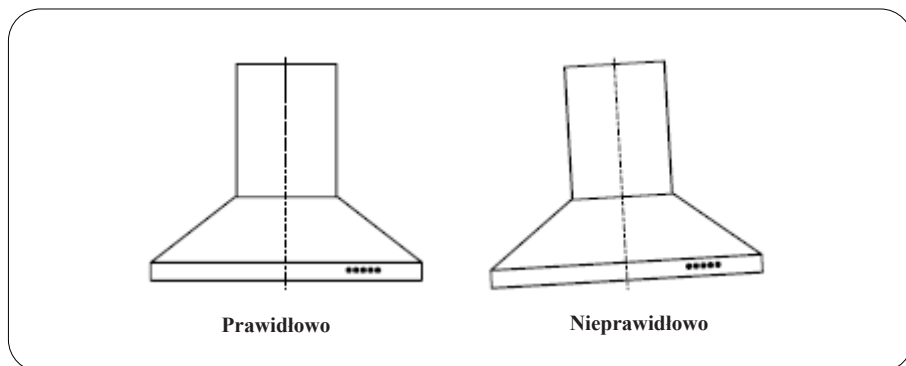

Rys. 7
6. Dostosuj wysokość komina wewnętrznego do położenia wspornika komina wewnętrznego i zamocuj go za pomocą 2 śrub ST4 * 8 mm, patrz rysunek 7.